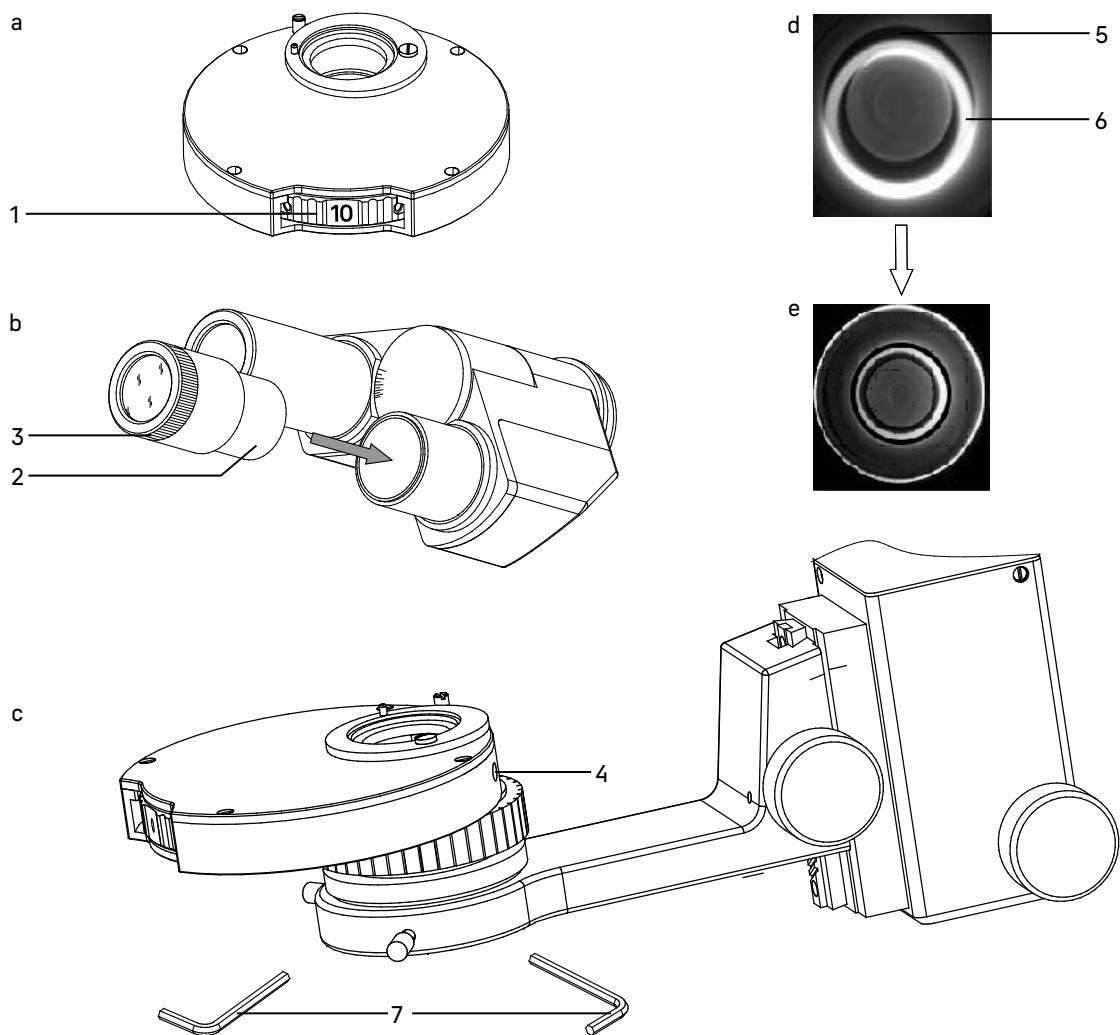

Рис. 20. Настройка фазово-контрастного устройства
1. Введите в ход лучей фазовый объектив 10x из комплекта микроскопа. Введите в ход лучей соответствующее фазовое кольцо конденсора – поверните диск **1** конденсора так, чтобы в окошке появилась цифра «10» (рис. 20а). Отрегулируйте высоту конденсора так, как показано на рис. 6.
5. В режиме работы по методу фазового контраста кольца **5** и **6** должны совпадать. Если они не совпадают, нужно отцентрировать кольцо диафрагмы при помощи винтов **4**, которые регулируются ключами-шестигранниками **7**. Изображение должно соответствовать рис. 20е.